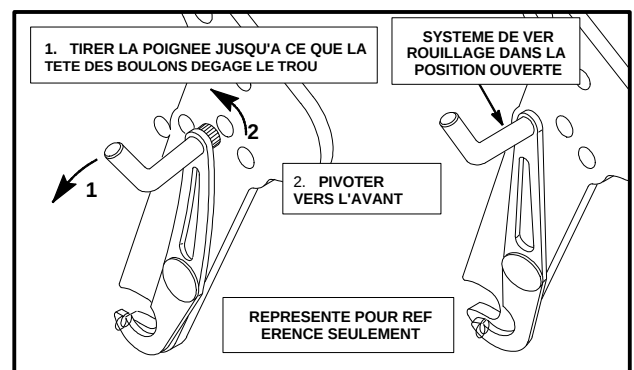

Figure 6
- Avant le montage des têtes de coupe, s'assurer que les systèmes de verrouillage sur le châssis de traction sont en position ouverte (Voir la figure 6).